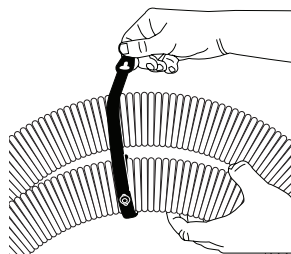
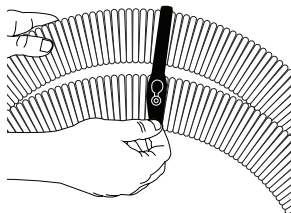

Fig. 19
Fig. 20
40. Insérez le bouton n° 1 dans le trou de bouton n° 1 **Fig. 19** (cela peut être difficile au début), continuez à enrouler la sangle autour du tuyau **Fig. 19**. Insérez le bouton n° 2 dans le trou de bouton n° 2. **Fig. 20**.